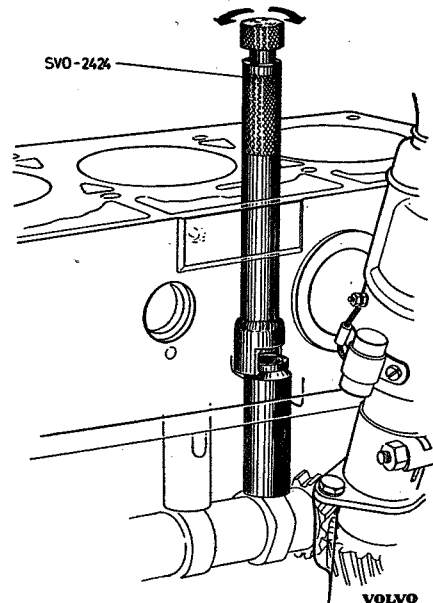

Fig. 2-15. Het verwijderen van de klepstoters
3. Verwijder de achterste flens (zorg ervoor de contactvlakken niet te beschadigen), daarna de dynamo, waterpomp en stroomverdeler, het klepdeksel, kleptuimelaars, cilinderkop en oliefilter. Verwijder de klepstoters met SVO 2424, zie Fig. 2-15.